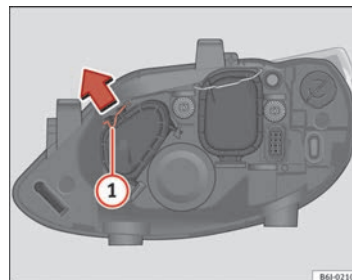

Abb. 150 Fernlicht
- Verschieben Sie die Strebe ① in Pfeilrichtung und nehmen Sie den Deckel ab ⇒ Abb. 150. ▶